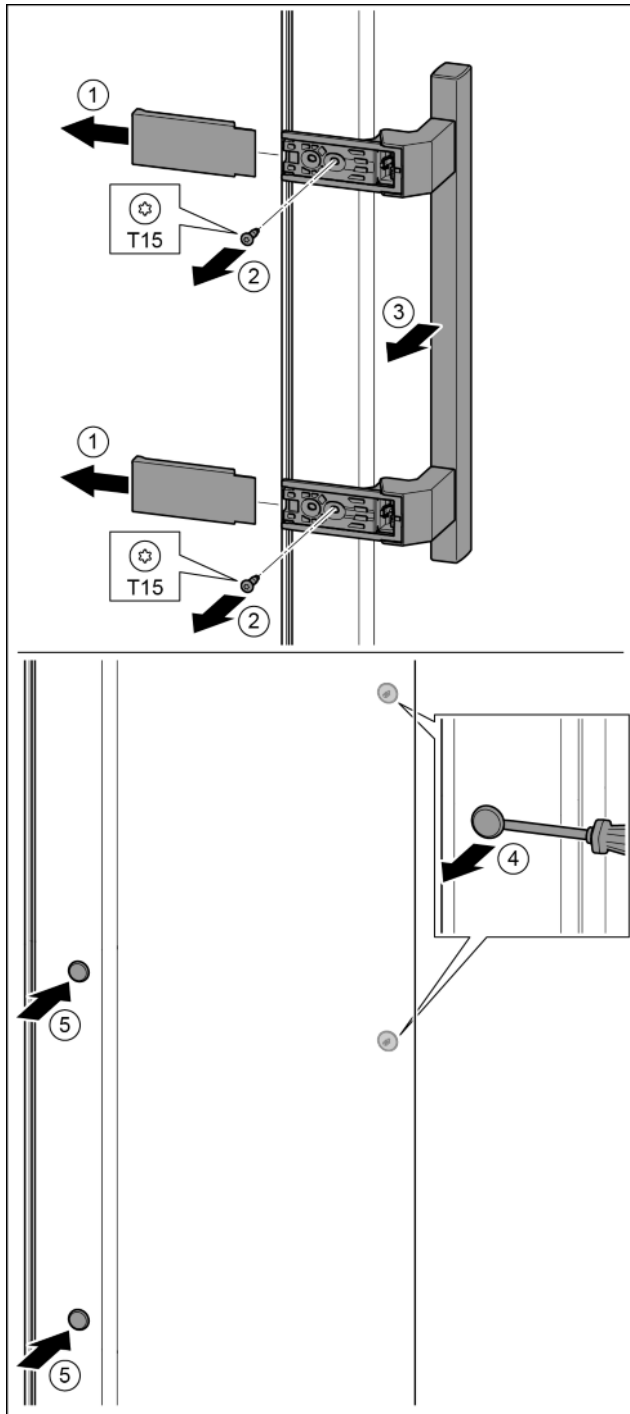

Fig. 16
- ▶ Снять крышку. Fig. 16 (1)
- ▶ Выкрутить винты отверткой T15. Fig. 16 (2)
- ▶ Снять ручку. Fig. 16 (3)
- ▶ Осторожно приподнять шлицевой отверткой боковых заглушки и вынуть их. Fig. 16 (4)
- ▶ Заглушки снова вставить с другой стороны. Fig. 16 (5)